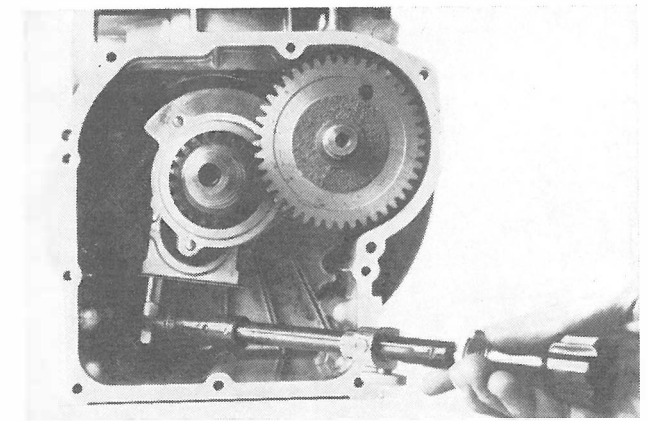

Fig. 67
- Serrer les écrous de fixation de chapeau à 1,2 Kgm. et bloquer avec une lamelle de sureté (Fig. 67). S'assurer que le vilebrequin tourne librement.
- Tighten con-rod cap bolts to 1.2 Kgm. and bend locking tabs over bolt heads (Fig. 67). Check that crankshaft turns freely.
- Befestigungsbolzen des Schubstangendeckels mit 1,2 kpm anziehen und mit Sicherungsblech blockieren (Abb. 67). Freie Drehbarkeit des Kurbelzapfens nachprüfen.